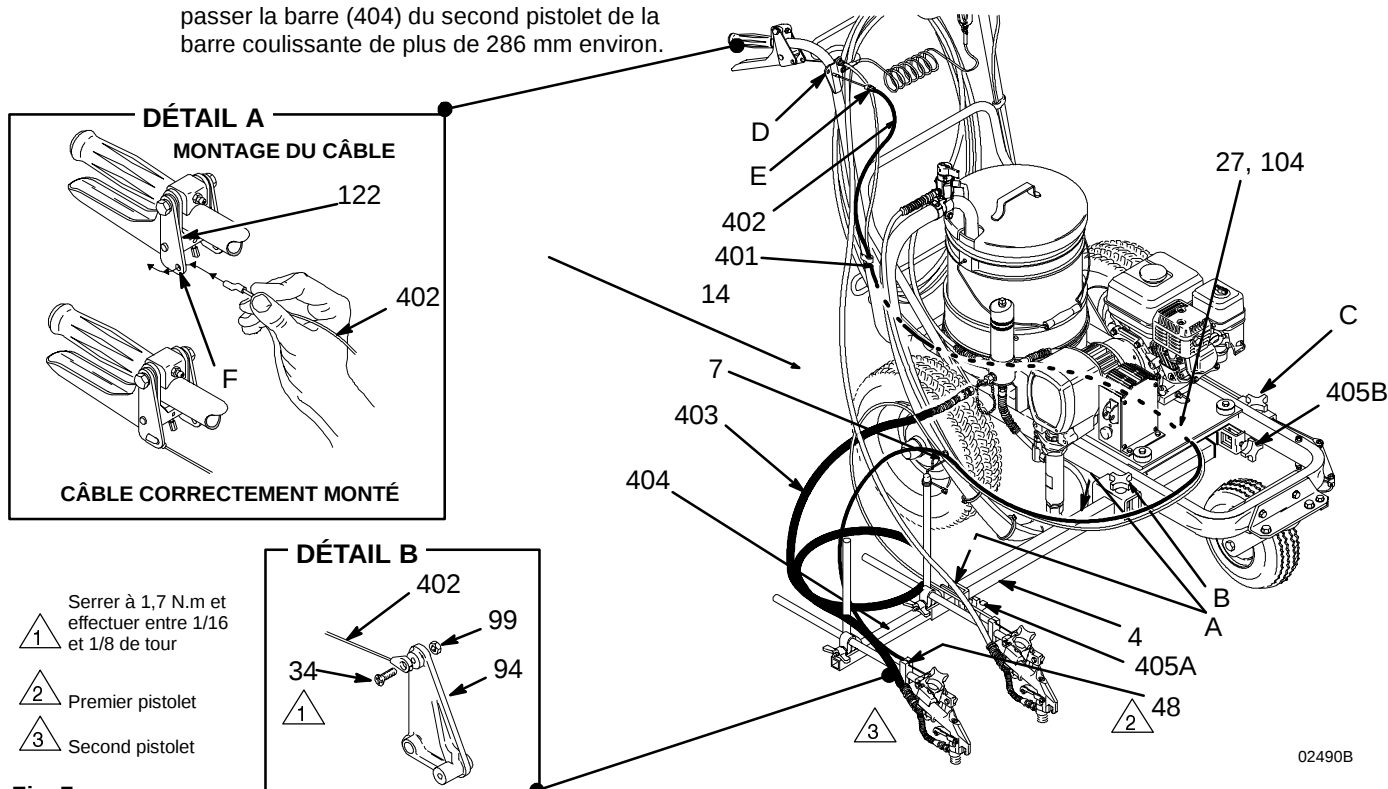

Fig. 7
REMARQUE: La figure 7 représente l'installation au point 3.
1. Décrocher le câble de déclenchement du bloqueur (48) du pistolet d'origine de l'appareil. Voir page 21. Enclencher la sécurité de gâchette du pistolet.
2. Desserrer les étriers (B, C) de la barre coulissante. Dégager la barre coulissante (4) du chariot en la faisant coulisser.
3. Pour monter la barre du second pistolet côté pompe du chariot: enfiler un étrier (405A) sur la barre coulissante (4). Enfiler la barre coulissante dans l'étrier (B) côté pompe et l'amener au centre du chariot. Enfiler ensuite un second étrier (405B) sur la barre coulissante. Voir Fig. 7.
6. Décrocher le câble d'actionnement de la gâchette du second pistolet au niveau de la vis (34). Voir Fig. 7, **DÉTAIL B**.
7. Dévisser le bouchon (14) obturant la deuxième sortie du filtre. Visser le flexible court (403) sur le raccord du filtre.
8. Ôter la vis (27) du collier serre-câble.
9. Enfoncer l'embout de gaine du câble (E) dans la plaque de guidage (D). Faire passer le câble d'actionnement de la gâchette (402) parallèlement au câble du pistolet principal, en ouvrant le collier serre-câble (104) afin de faire passer le câble à l'intérieur. Remonter la vis (27) du serre-câble et la serrer. Faire passer le câble dans le guide-câble (7) et l'amener au second pistolet.
10. Enfiler l'extrémité du câble (402) pourvu d'un crochet dans le trou (F) de la platine de levier (122). Faire pivoter le crochet et le ramener en arrière de façon à ce qu'il s'accroche à la platine. Voir **DÉTAIL A**.
11. Rebrancher le câble d'actionnement de la gâchette au second pistolet au niveau de la vis (34). Serrer la vis au couple de 1,7 N.m, puis la desserrer d'un 1/16 à 1/8 de tour et serrer le contre-écrou (99) tout en maintenant la vis (34). Veiller à ce que la platine (94) puisse se mouvoir librement.
12. Installer le clip (401) pour maintenir le câble contre le châssis.
13. Passer les deux câbles d'actionnement de gâchette dans leurs bloqueurs (48). Ensuite régler la tension des câbles. Voir pages 20-22.